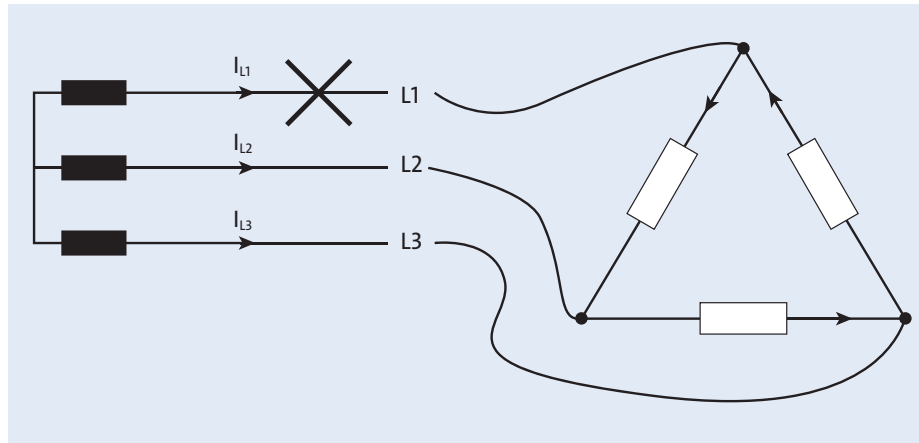

Abbildung 9.34 Unterbrechung von L1
d) Durch die Unterbrechung von $L1$ stellt sich die Schaltung wie in Abbildung 9.34 dar.